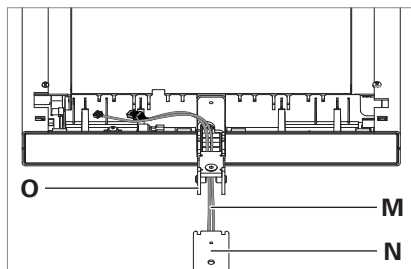

Fig. 6: Leuchtenkopf auf Tragrohr montieren.
- ▶ Führen Sie die Leitungen **M** von unten durch den Tragarm **O** am Leuchtenkopf und stecken Sie den Tragarm vollständig in das Tragrohr **N**, siehe Fig. 6.